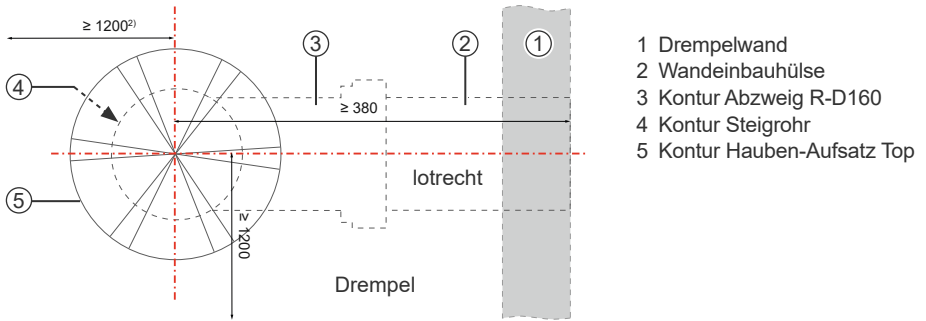
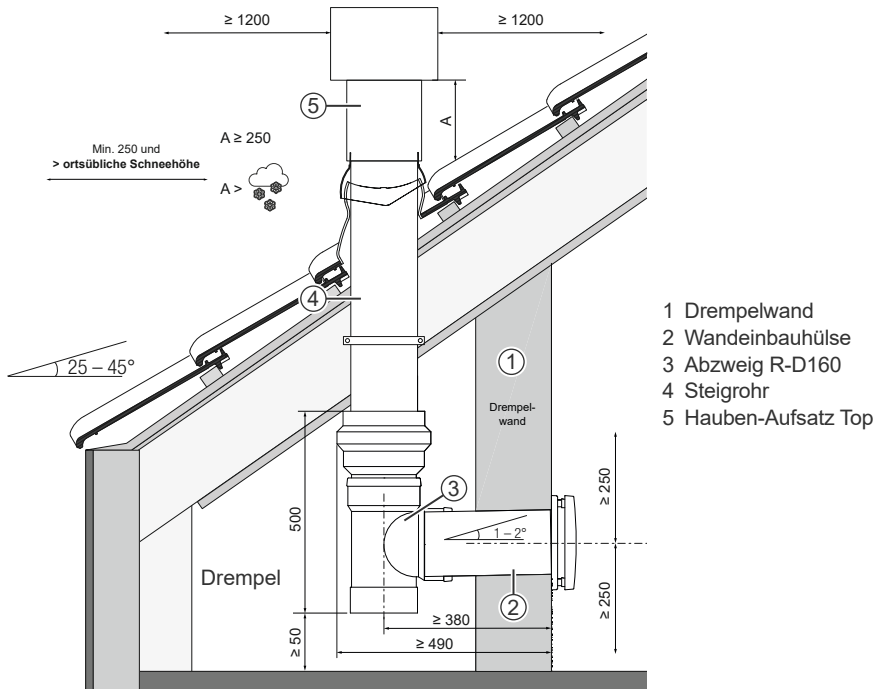

Abbildung 2: Einbaumaße Außenabschluss Top (Ansicht von oben)
Abbildung 3: Einbaumaße Außenabschluss Top (Seitenansicht)
- Alle Komponenten des Lüftungsgerätes von oben betrachtet lotrecht montieren (siehe auch Abb. 2).
- Längen Sie die Wandeinbauhülse auf die benötigte Länge ab (siehe auch 3.1, Abb. 2 und Abb. 3).